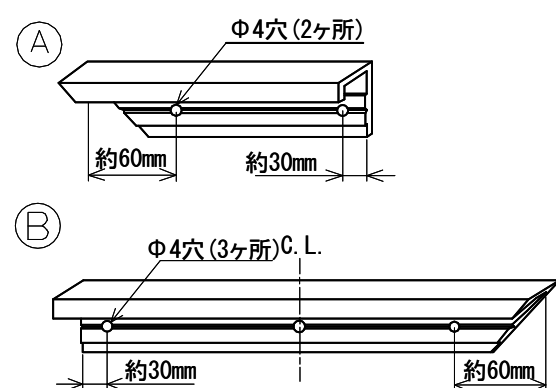

図14-5
②見切り部材の所定の位置にΦ4の穴を加工してください。(図14-5)